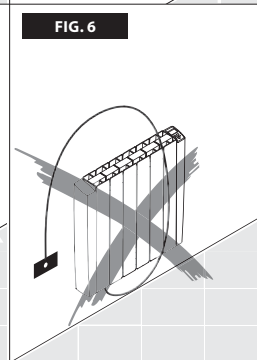

FIG. 7
**MISE EN GARDE:** Pour éviter une surchauffe dangereuse, ne jamais couvrir l'appareil (Fig. 7). En outre, ne pas bloquer le flux d'air, en insérant des matériaux à l'intérieur de l'appareil.